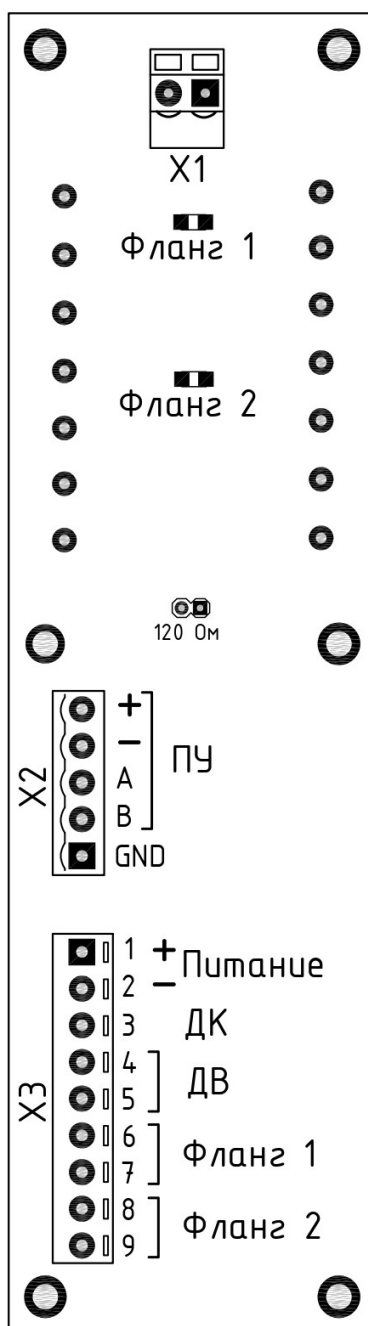

Рисунок 6.12. - Плата коммутации
1) Отключить напряжение питания блока ПРМ. Подключить к «ПУ» разъема «X2» платы коммутации пульт управления (рис. 6.12), затем подать напряжение питания на блок ПРМ. Убедиться в свечении ЖК-дисплея на ПУ, затем нажать клавишу «ENTER». В течении нескольких секунд наблюдать сообщение: